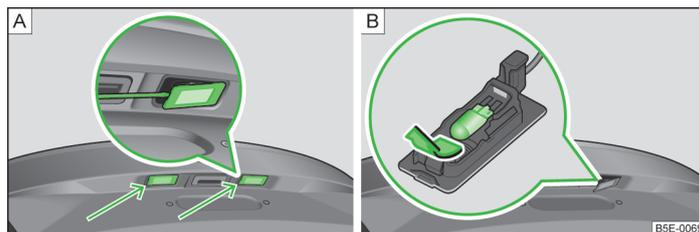

Abb. 180 Kennzeichenleuchte ausbauen / Glühlampe wechseln
- › Einen Schlitzschraubendreher an der mit dem Pfeil gekennzeichneten Stelle » Abb. 180 - einsetzen, leicht eindrücken und die Feder entriegeln.
- › Die defekte Glühlampe aus dem Halter in Pfeilrichtung herausziehen » Abb. 180 - .